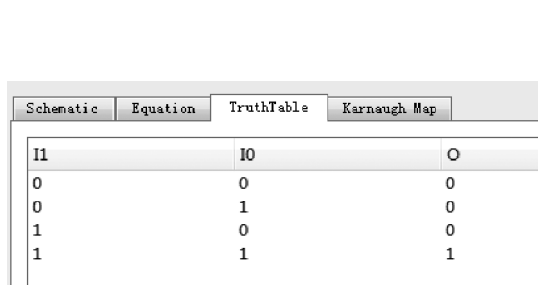

图 3.28 逻辑关系的真值表描述
(14) 如图 3.28 所示, 给出了该 LUT 内部逻辑关系的真值表。
(15) 在图 3.28 所示的界面内, 单击 Karnaugh Map 标签。